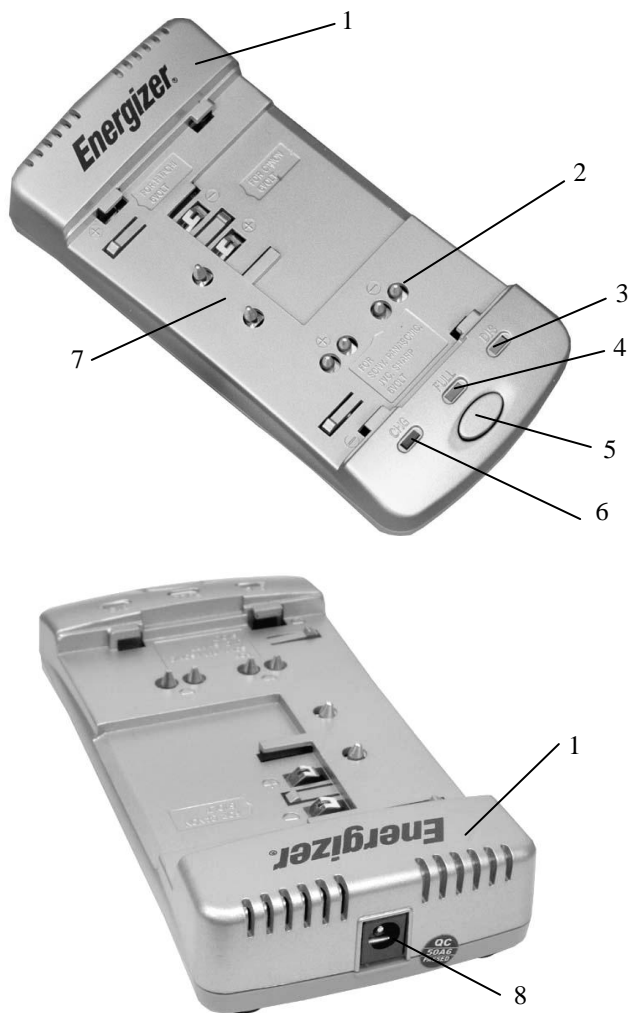
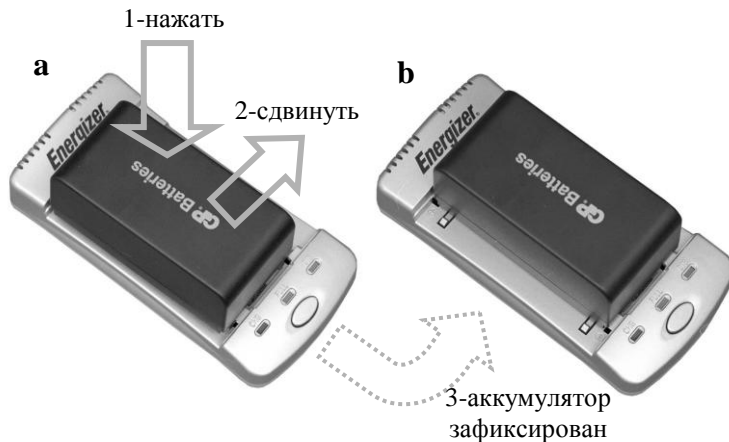

Рис.9 Внешний вид зарядного устройства
Рис. 11. Порядок подключения аккумулятора к зарядному устройству.
Внешний вид зарядного устройства представлен на рис. 9.
9.2.1. Присоедините шнур сетевого адаптера (штекер 1 на рис. 10) к гнезду 8 на рис. 9 зарядного устройства.
Для этого установите аккумулятор на верхнюю панель зарядного устройства (поз.7 на рис. 9) несколько левее контактной группы, как это показано на рис. 11а.
Прижмите аккумулятор к зарядному устройству и сдвиньте его вправо для фиксации (см. рис. 11б).
9.2.3. После установки аккумулятора режим зарядки запускается автоматически, что подтверждается красным светодиодом CHG (поз. 6 на рис.9). По окончании заряда загорается зеленый светодиод FULL («полная зарядка»), светодиод CHG выключается, а зарядное устройство переводится в режим «капельного» подзаряда (низковольтный подзаряд для поддержания максимального уровня заряда). При использовании Ni-Cd и Ni-MH аккумуляторов рекомендуется провести их предварительную разрядку (для частично заряженных/разряженных аккумуляторов).
Для этого после установки аккумулятора в зарядное устройство следует однократно нажать на кнопку 5 (см. рис.9) при этом устройство переключается в режим разряда, что подтверждается желтым светодиодом DIS – «разряд» (поз. 3 на рис. 9). Красный светодиод CHG - выключается. По окончании процесса разряда устройство автоматически переходит в режим заряда, а светодиод CHG загорается снова. Процесс зарядки протекает обычным образом, как это описано выше.